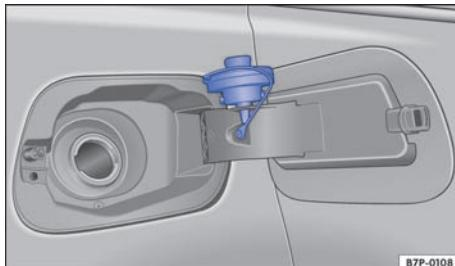

图 222 已打开的挂着加油口盖的油箱盖
- 将油箱锁逆时针方向拧出，然后挂到油箱盖上部上 → 图 222。